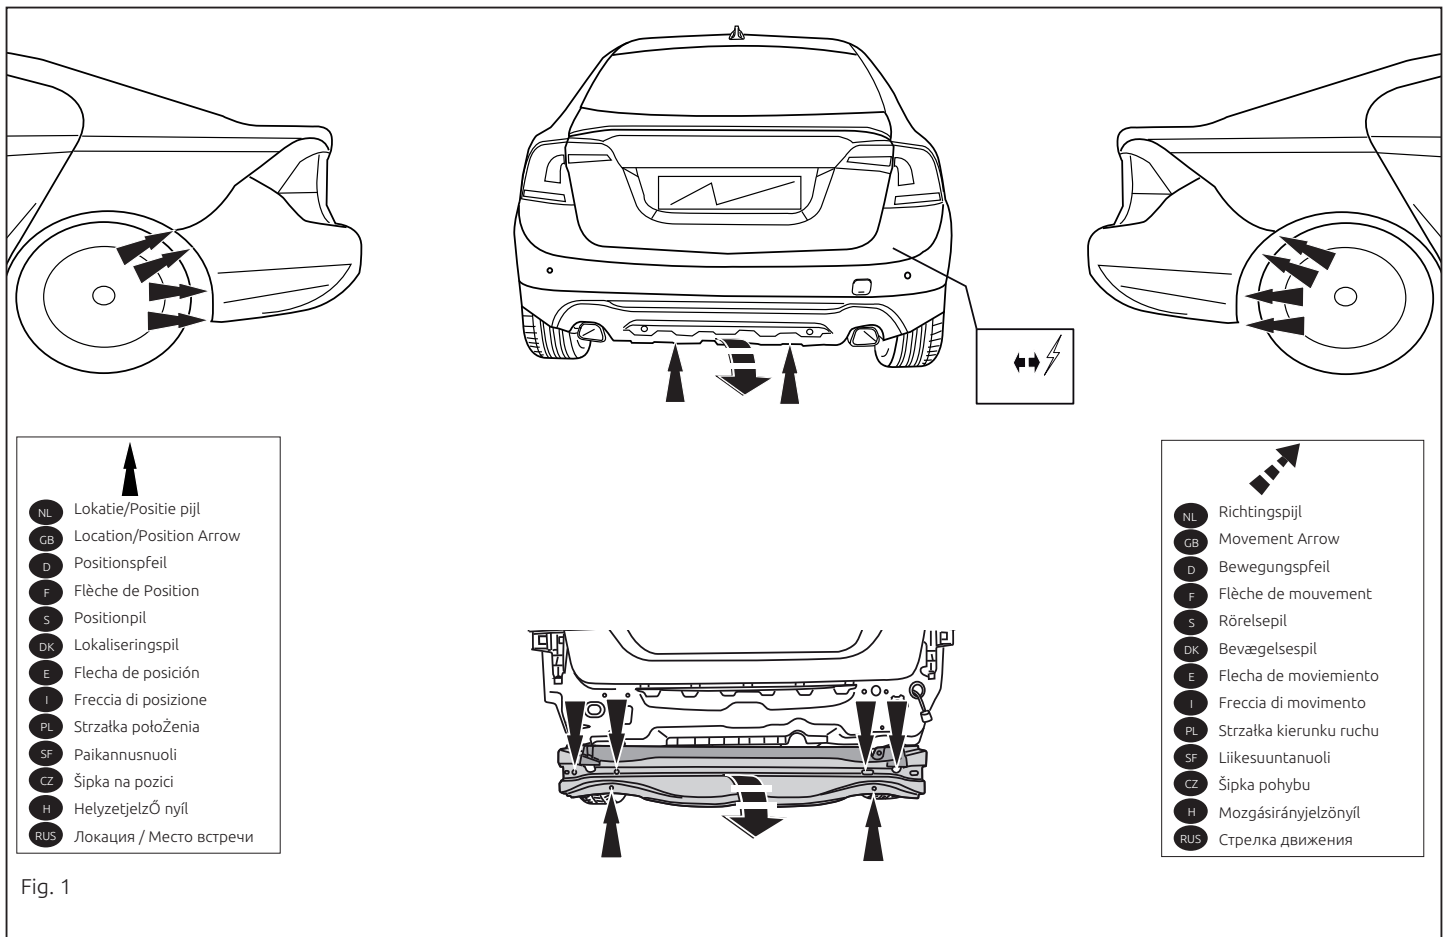

Fig. 1
1. Remove the bumper and the steel buffer beam from the vehicle. See figure 1.
1. Die Stoßstange einschließlich des stählernen Stoßbalkens vom Fahrzeug abmontieren. Siehe Abbildung 1.
3. Voir la figure 1.
1. Demonter kofangeren, inklusive køretøjets stålstødbjelke. Se fig. 1.